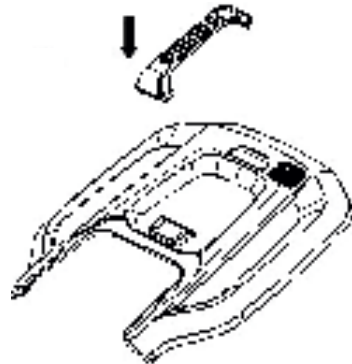

Рис. 5
1. Вставьте рукоятку травосборника в пазы крышки травосборника до характерного щелчка (рис. 5).